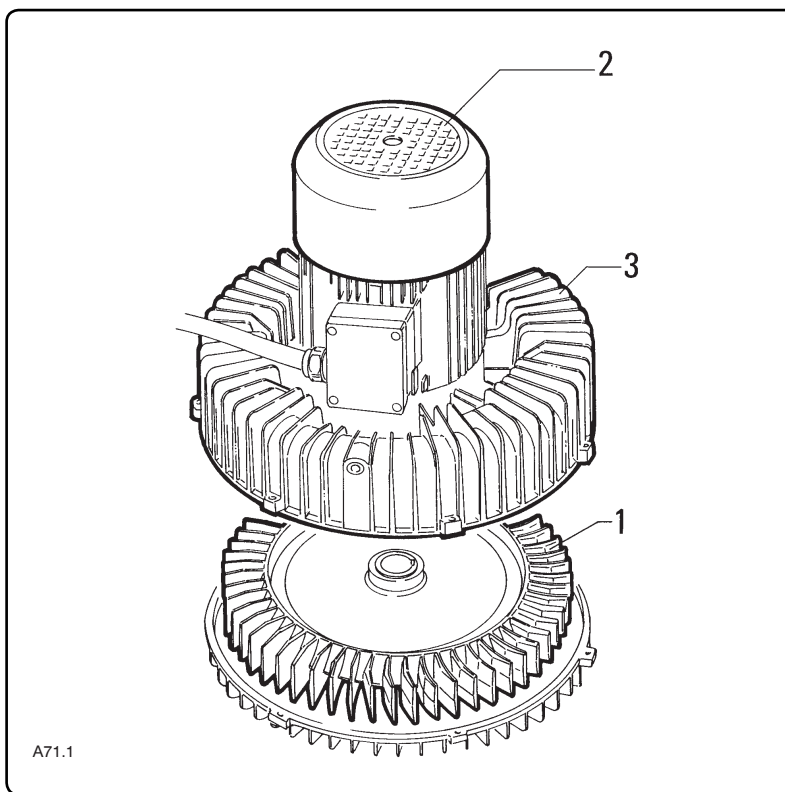

Fig. 7.5.4
7.5.4 - Verificare lo stato della ventola aspirante (fig. 7.5.4)
7.5.4 - Checking the condition of the suction fan (fig. 7.5.4)
7.5.4 - Vérifier l'état du ventilateur aspirant (fig. 7.5.4)
7.5.4 - Prüfung des Zustands der Lüfterrades (Abb. 7.5.4)